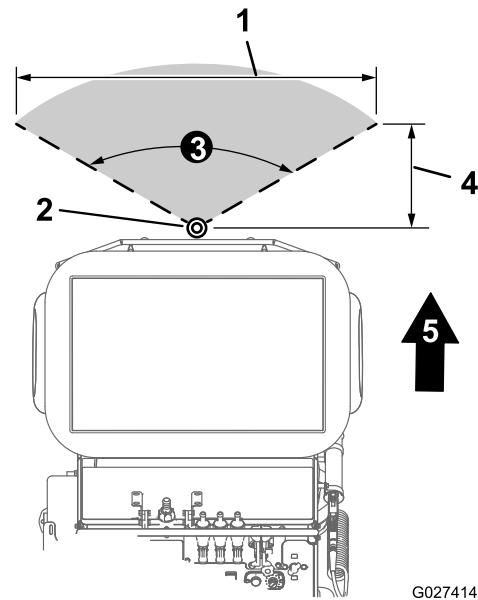

Figure 49
- L'angle de pulvérisation étroit (Figure 49) de la machine est **122 cm (48 po)**.